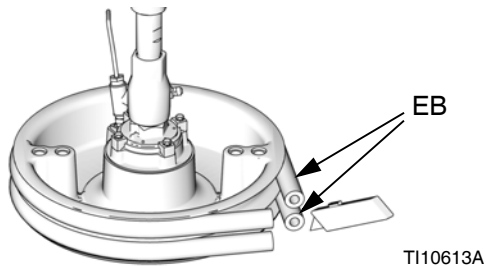

ABB. 15
1. Um verschlissene oder beschädigte Abstreifer (EB) zu ersetzen, Folgeplatte aus dem Behälter herausheben. Behälter aus der Basis entfernen. Material von der Folgeplatte abwischen.
2. Oberen und unteren Abstreifer mit einem Cuttermesser durchschneiden, und Abstreifer von der Folgeplatte entfernen. Siehe ABB. 15.